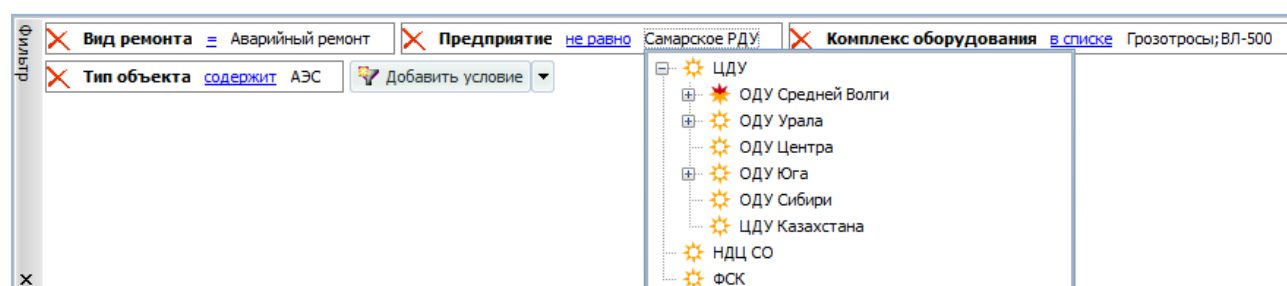

Рисунок 10.22 – Фильтрация по значениям справочников
- **Фильтрация по значениям справочников.** К данному виду фильтрации относятся следующие критерии фильтра: энергосистема, территория, собственник, предприятие, энергообъект, тип энергообъекта, оборудование, комплекс оборудования, состояние оборудования, вид ремонта, условия производства работ, управление / ведение, нарушение зависимости. В качестве условий фильтрации выступают: «=», «не равно», «в списке», «не в списке», «содержит». В качестве значения фильтрации выбирается значение из справочника (Рисунок 10.22). Для пользователя, работающего от предприятия-абонента (не являющегося текущим), отображается настраиваемое дерево предприятий данного предприятия-абонента.